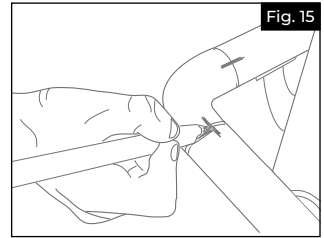

Fig. 15
- Insérer les unions dans le coin. Ajuster à sec le coin assemblé avec les sections droites. Si toutes les composantes sont alignées correctement, marquer les repères (Fig.15).